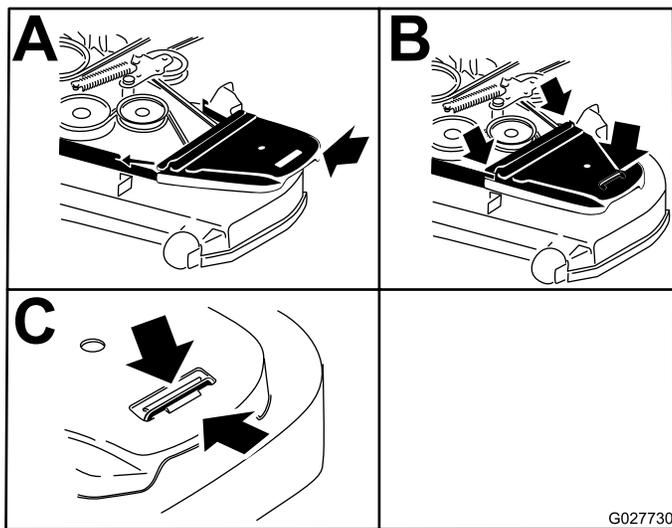

Figura 66
12. Instale las cubiertas de las correas y los pernos que están sujetos a las mismas (Figura 66).